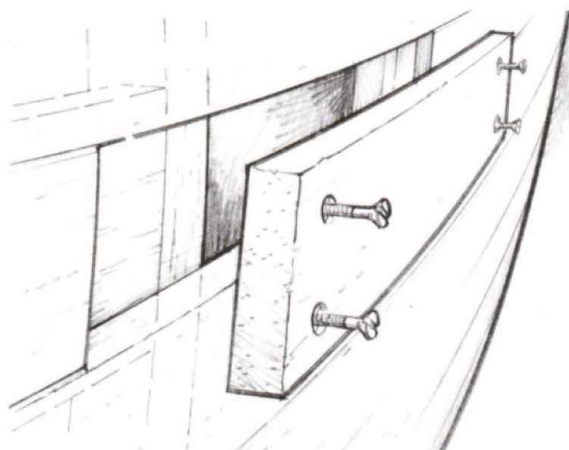

Рисунок 5-7 Замените секцию, установив замещающий брусок встык.
2. Вырежьте замещающий деревянный брусок для получившегося отверстия и деревянный брусок для использования в качестве подложки (*Рисунок 5-7*). Подложка будет нужна под каждой заплаткой, если только она не упирается в шпангоут. Если «заплатка» проваливается